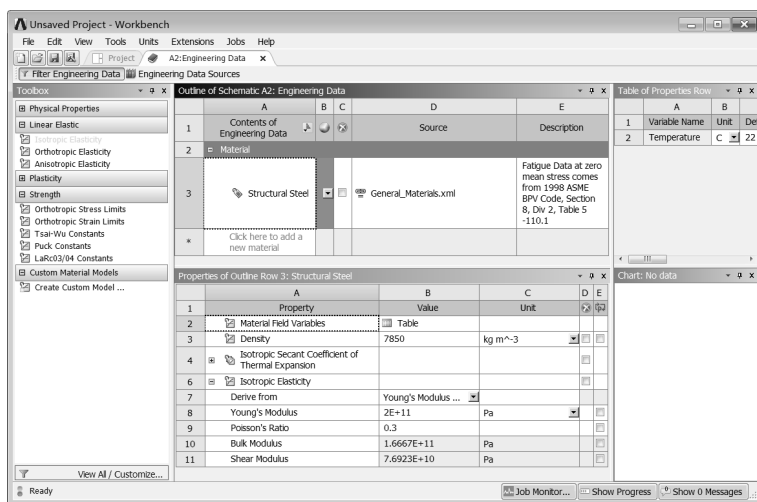

图 15-9 材料参数设置界面 (1)
Step1: 双击项目 A 中的 A2 Engineering Data 选项，进入如图 15-9 所示的材料参数设置界面。在该界面下即可进行材料参数设置。